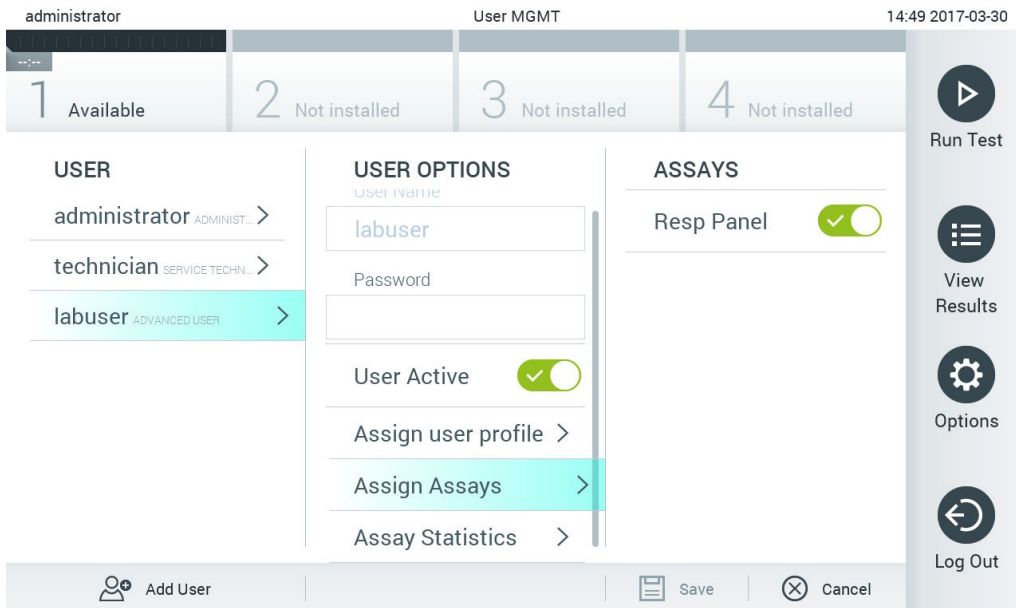

Figura 62. Alocarea testelor utilizatorilor.
- **Assign Assays** (Alocare teste): Permite definirea testelor din baza de date a testelor, pe care utilizatorul are dreptul să le ruleze. Selectați testele din lista din dreapta zonei de conținut (Figura 62)